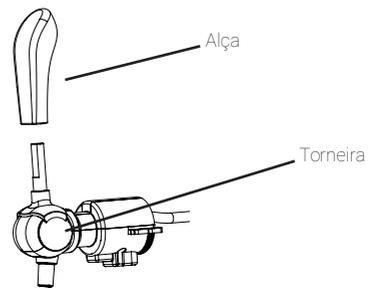

Figura 7
3. Coloque a bandeja de gotejamento de água no entalhe fornecido. (Figura 7)